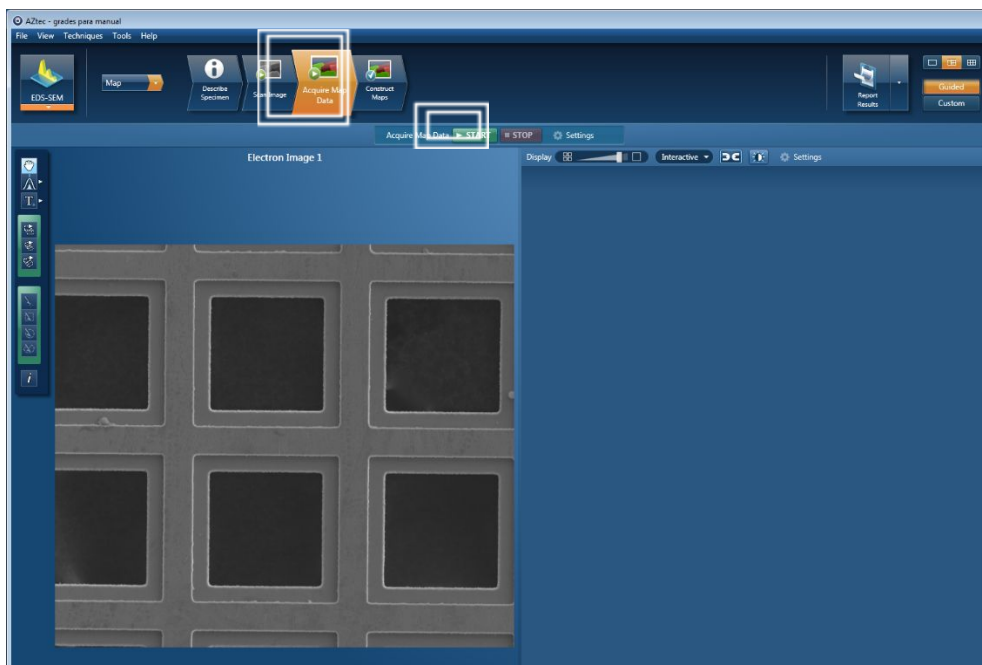

Figura 20. Janela de início de análise em mapeamento.
- Figura 20. Janela de início de análise em mapeamento.